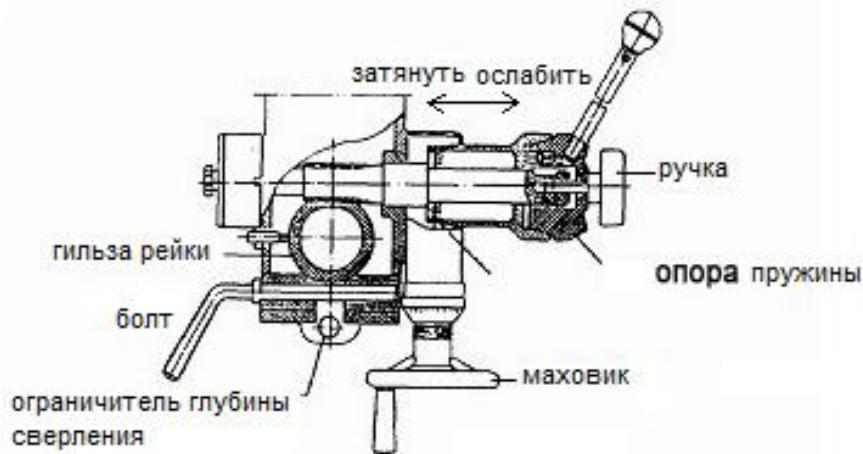

Рис. 2
### (1) Подготовка к сверлению (см. Рис. 2) (без авто подачи)
2) Подготовка к фрезерованию (см. Рис.2) (без автоматической подачи)